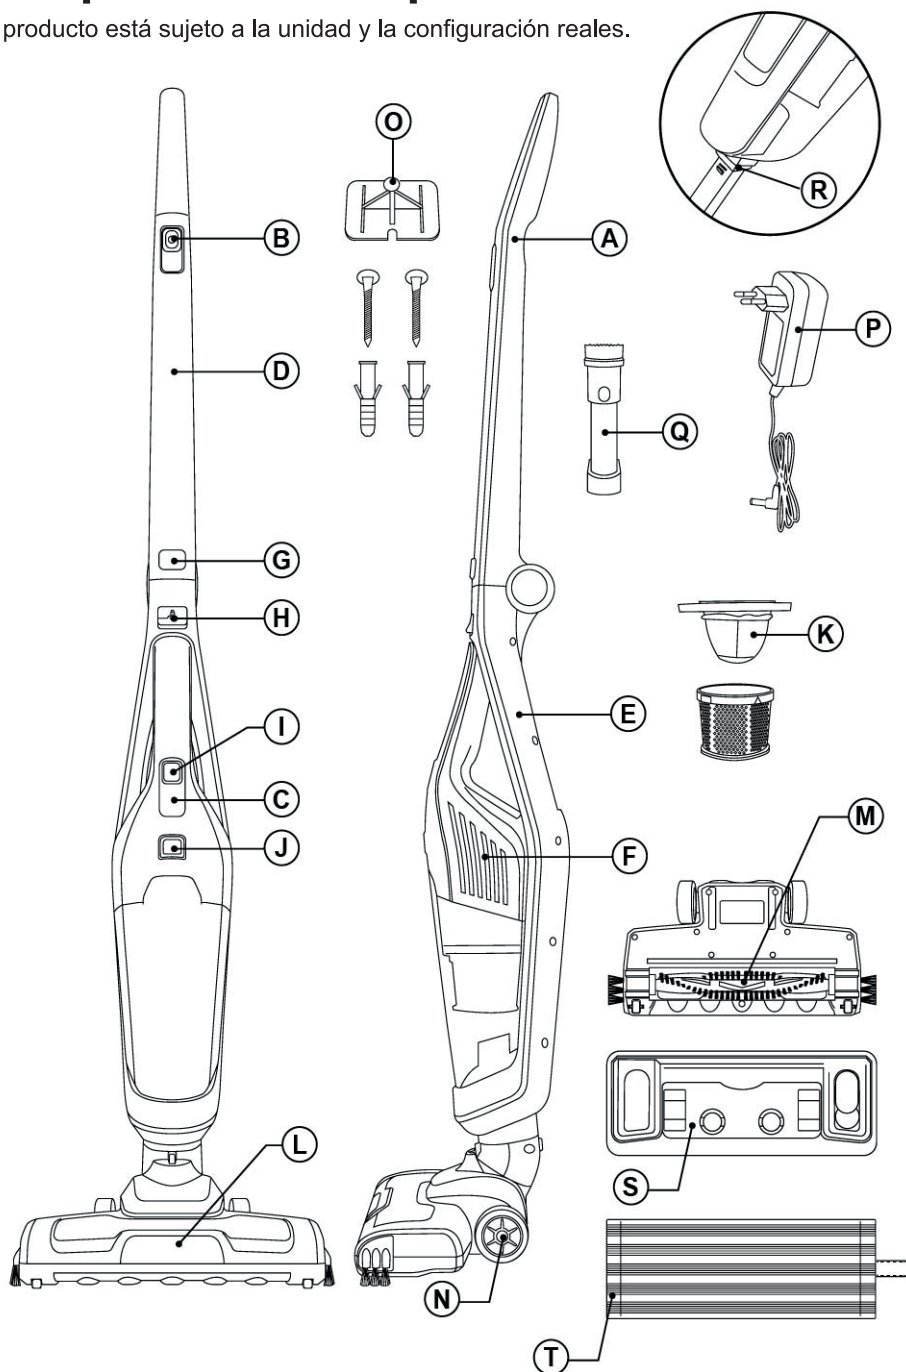

Fig.1
- Enchufar el cargador (P) a la corriente eléctrica y al conector situado en la parte trasera de la aspiradora de mano (Fig. 1)